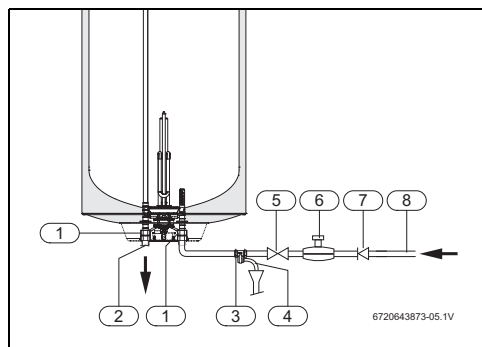

Fig. 10 Raccordement d'eau
Pour éviter les défauts dus à des variations de pression subites pour l'alimentation de l'eau, il est recommandé d'installer un clapet anti-retour en amont du ballon (fig. 10, [7]).
- ▶ Monter la soupape de sécurité sur le raccordement d'eau froide du ballon d'eau chaude sanitaire (fig. 10).
Lorsque la pression d'eau est supérieure à 80 % de la pression maximale du ballon d'eau chaude sanitaire (6,4 bars), installer une soupape de réduction de pression (fig. 10).
- ▶ Fermer la vanne d'arrêt de l'eau (→ fig. 10).